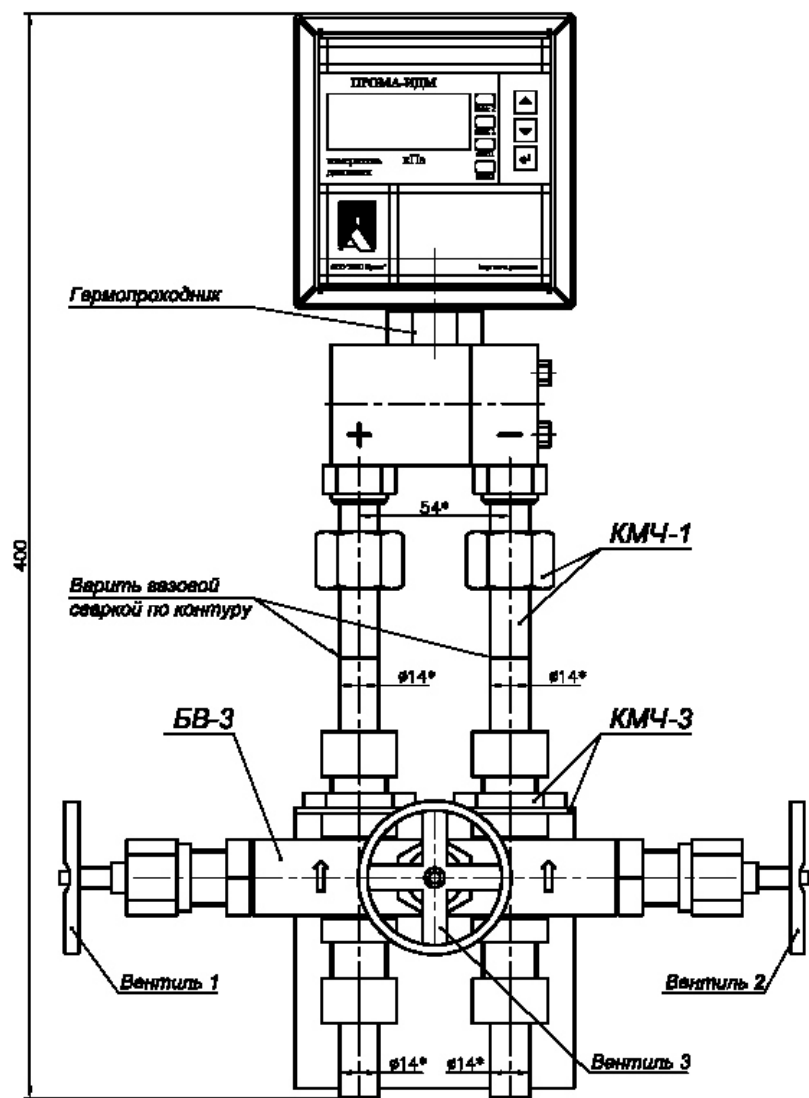

Рис. 3.6.Измеритель Прома-ИДМ-ДД-Р (газ) с 3-х вентильным блоком БВ-3. Исполнение для штуцерно-резьбового монтажа-моноблок. Габаритный чертеж.
- Рис. 3.6. Измеритель Прома-ИДМ-ДД-Р (газ) с 3-х вентиляльным блоком БВ-3. Исполнение для штуцерно-резьбового монтажа. Габаритный чертеж.